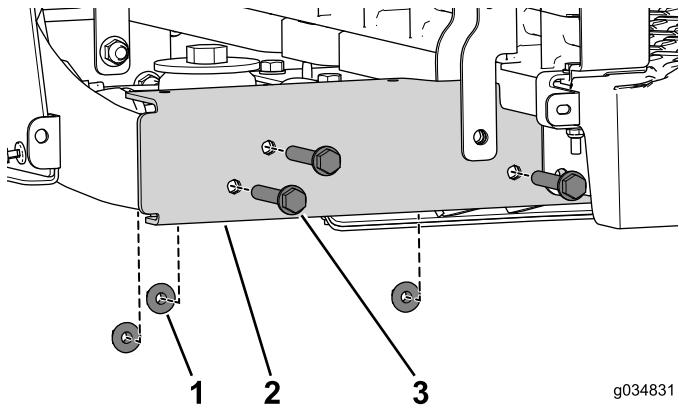

Рисунок 66
5. Удалите три фланцевых болта ($3/8 \times 2\frac{1}{2}$ дюйма) и гайки (Рисунок 66). Выполните эти действия на обеих сторонах автомобиля.